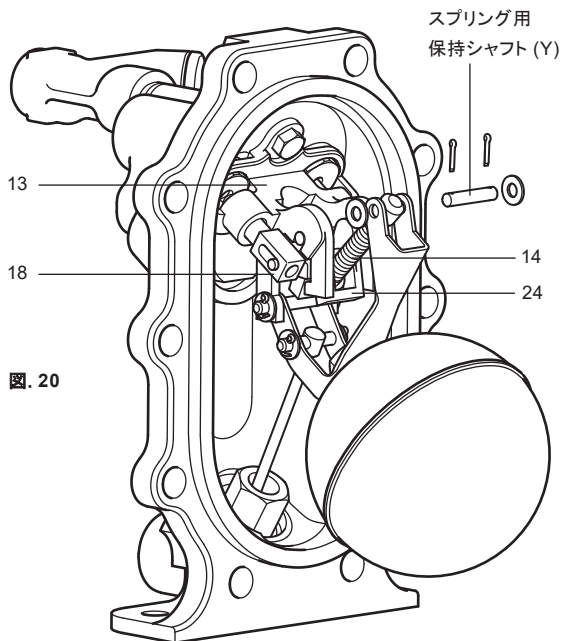

図. 20
3. スプリング保持シャフト(Y) 一方の側から、スプリット・ピン及びワッシャーを取り外します。(図20参照)